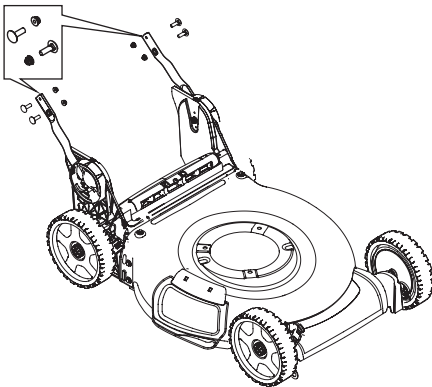

Figura 6
1. Retire los cuatro pernos de cabeza redonda y tuercas de las manijas inferiores (Figura 6).